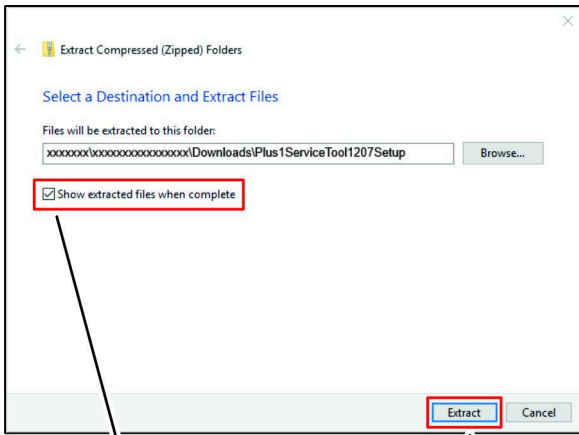

**Figure 19**
1. Ouvrez le répertoire Téléchargements de votre ordinateur portable, puis faites un clic droit sur le lien du fichier PLUS1ServiceTool1207Setup.zip ; cliquez ensuite sur le lien Extraire tout... dans le menu déroulant (Figure 19).